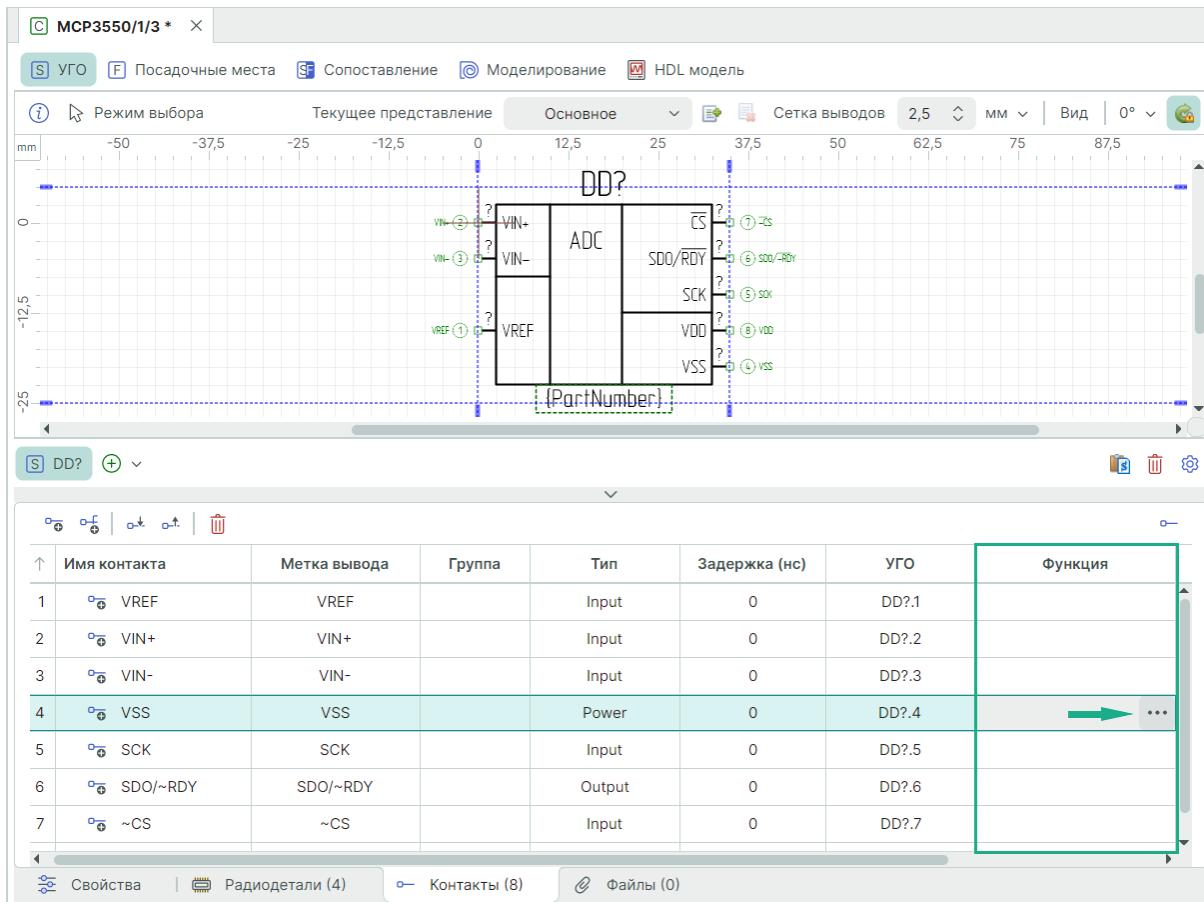

Рис. 254 Определение функции
- Выберите контакт, двойным кликом нажать символ «•••» в соответствующей ячейке столбца «Функция», см. Рис. 254.